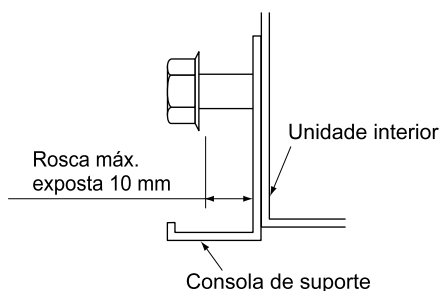

Fig. 6
- Desaperte dois parafusos de fixação da consola de suporte (M8) (dois de cada lado) em cada lado em menos de 10 mm. **(Consulte a Fig. 6 e 7)**